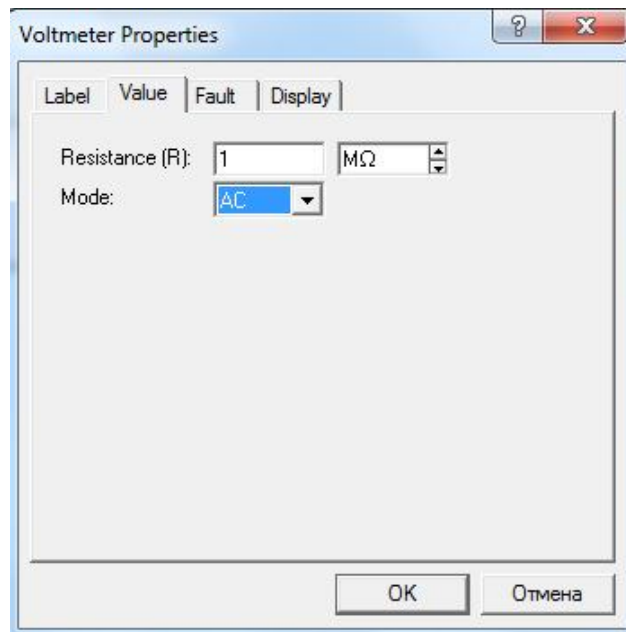

Рисунок 4.14 – Діалогове вікно налаштування параметрів вольтметра
2. Налаштувати вольтметр на роботу в колі змінного струму (рис. 4.14).